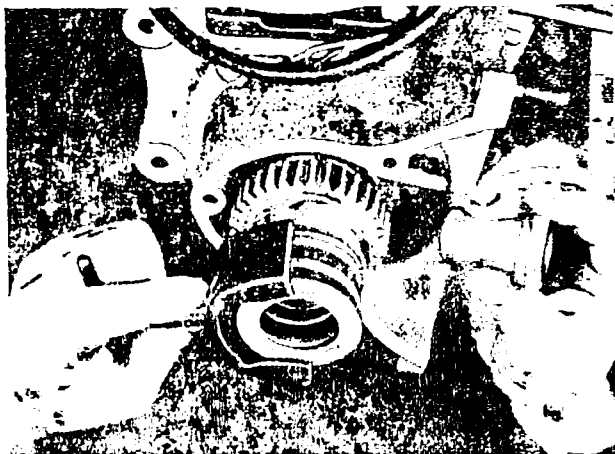

Bild 113. Anwendung des Federspanners Nr. 01838 beim Zusammenbau des Antriebs-Stoßdämpfers
25. Stoßdämpferfeder im Schraubstock zusammendrücken, mit Federspanner Nr. 01838 fassen und auf Klauenstück aufsetzen (Bild 113).